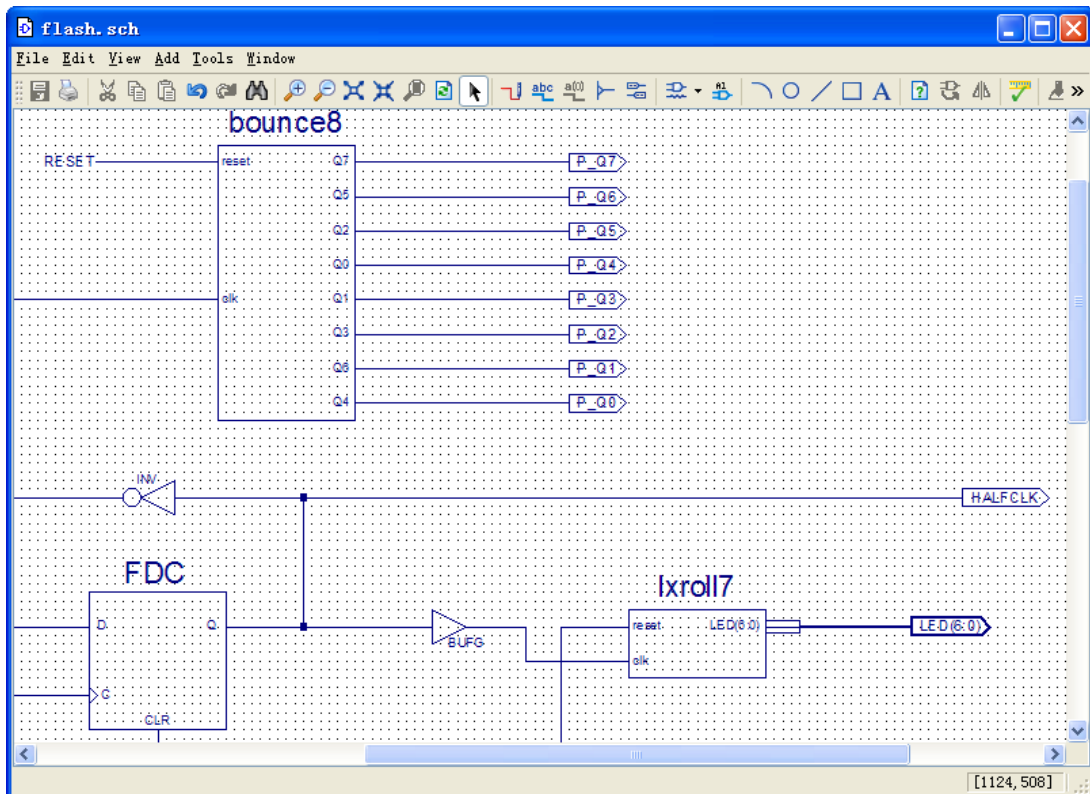

图 2.6 在原理图中放置调用的模块
- (2) 在“Categories”窗口中选择模块所属的类型，例如选择“Arithmetic”算术类型模块。
- (3) 在“Symbols”窗口中选择需要的模块，例如选择“add4”，将鼠标移动到原理图编辑窗口，则会看到一个4位的加法器。
- (4) 将模块移动到合适的位置，单击鼠标左键，放置模块。如图 2.6 所示。